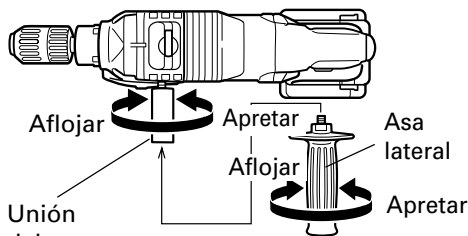

Fig. 8
5. Instalación del asa lateral y de la unión del asa (Fig. 8)